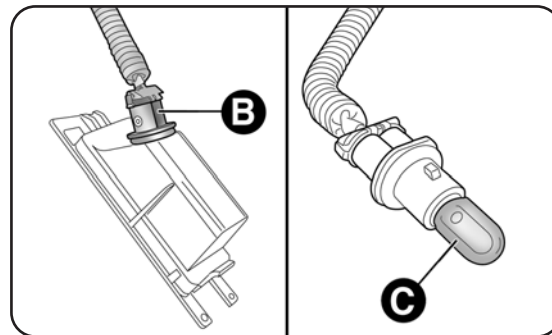

fig. 30
- tourner dans le sens des aiguilles d'une montre la douille B-fig. 30, extraire l'ampoule C et la remplacer.